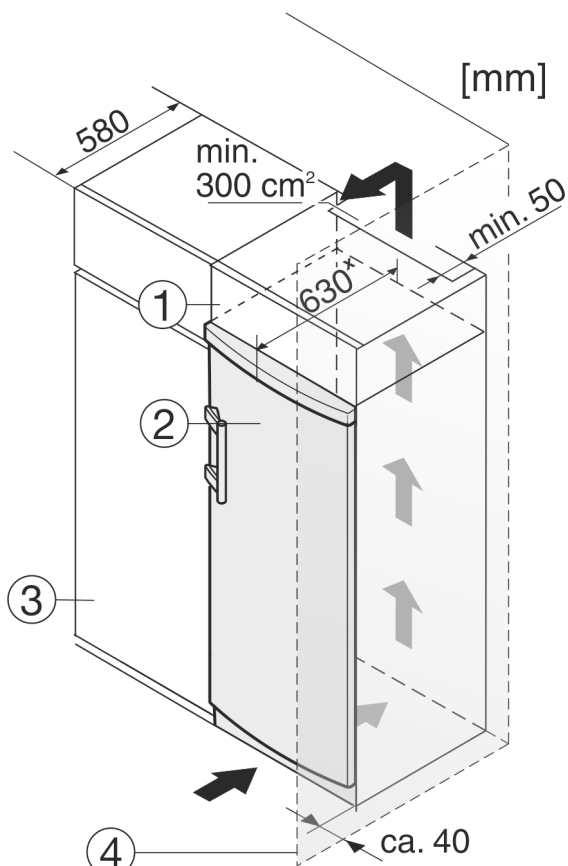

Fig. 10
L'apparecchio può essere incassato in mobili da cucina. Per adattare l'apparecchio Fig. 10 (2) all'altezza della cucina componibile, è possibile applicare sopra l'apparecchio un mobile da appoggio Fig. 10 (1).
Nell'incasso con mobili da cucina (profondità max. 580 mm) l'apparecchio può essere installato direttamente accanto al mobile da cucina Fig. 10 (3). L'apparecchio sporge di lato 34 mm \* e al centro dell'apparecchio 50 mm \* rispetto al frontale del mobile da cucina.
Se l'apparecchio con cerniere viene installato accanto ad una parete Fig. 10 (4), la distanza minima fra l'apparecchio e la parete deve essere almeno di 40 mm, che corrisponde alla sporgenza della maniglia con la porta aperta.